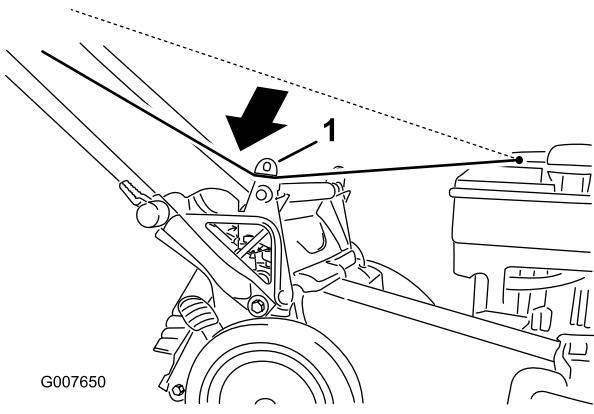

Figure 19
- Faites passer le câble du lanceur autour du guide inférieur (Figure 19).